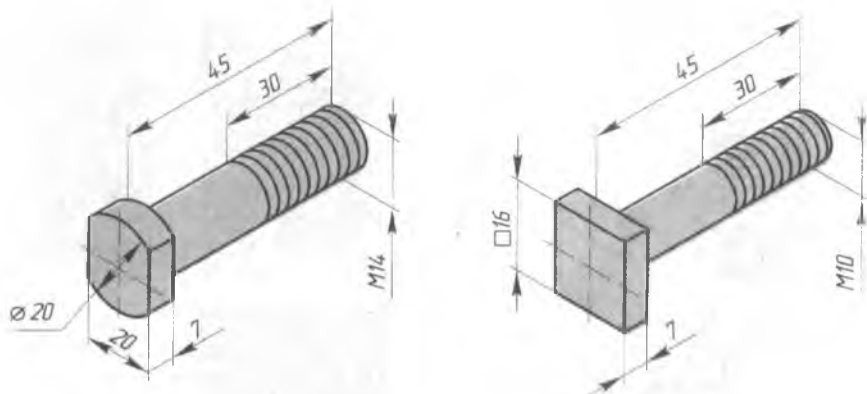

Рис. 211. Завдання для вправи
1. За наочним зображенням (рис. 211) виконайте ескіз деталі з різьбою.